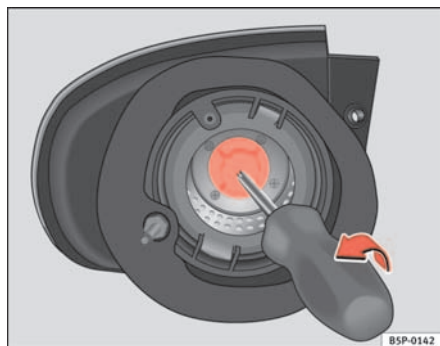

Fig. 191 Luz intermitente.
- Saque el portalámparas del intermitente con ayuda de un destornillador en el sentido de la flecha (ver ⇒ fig. 191)